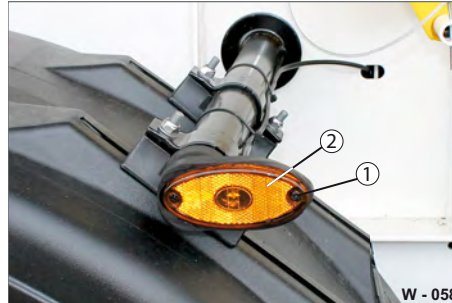

Abb. 65 Seiten-Markierungsleuchte „LED“
- ▶ Lösen Sie die Befestigungsschrauben (Abb. 65/1).
- ▶ Entnehmen Sie die LED-Leuchte (Abb. 65/2) - Verbindung ausstecken.